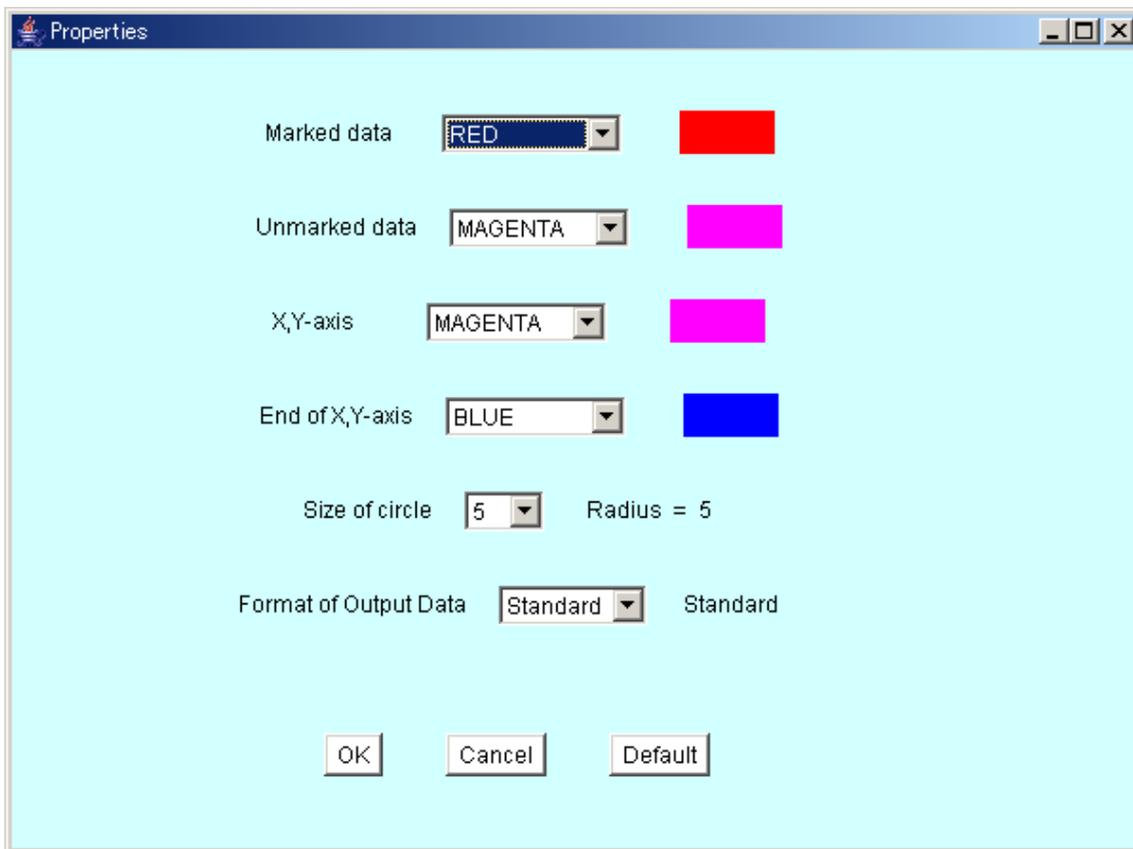

図 6 プロパティウィンドウ。データ点の色や数値データ出力フォーマットなどを変更できる。
8) “Pro”ボタンをクリックすると、図6のようなプロパティウィンドウが現れ、画面上の色やマーカー